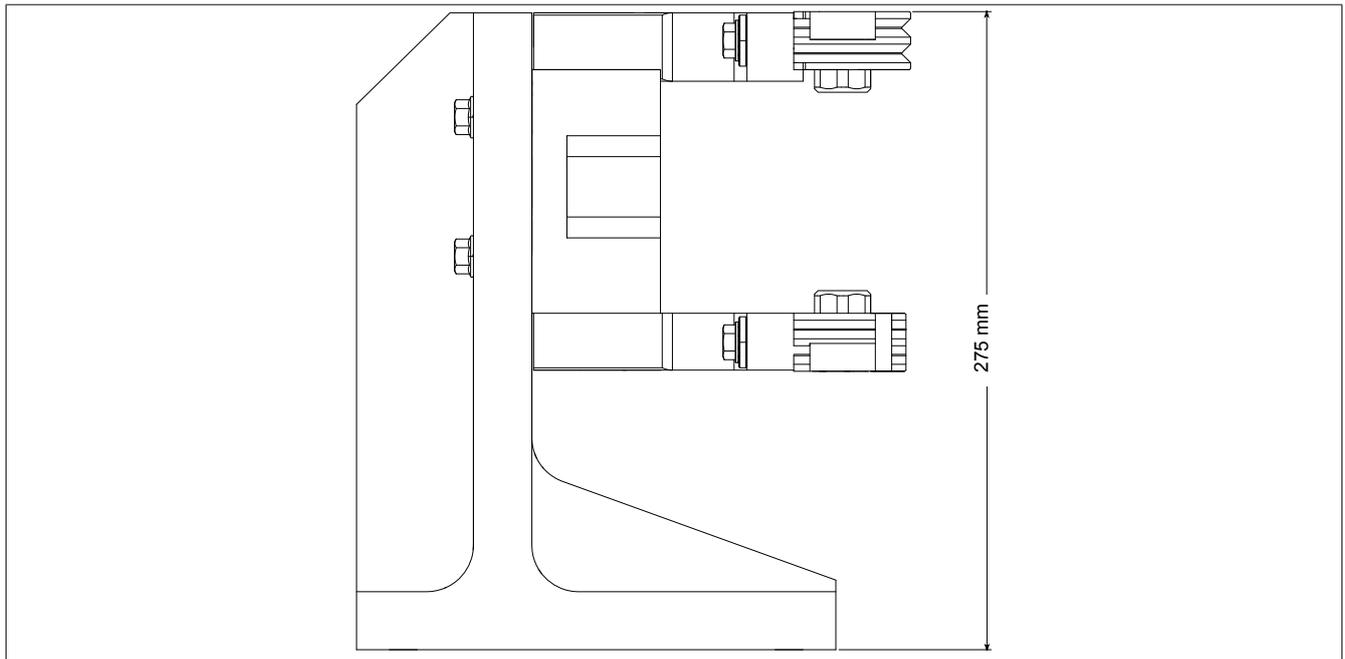

Abbildung 100: Höheneinstellmaß
3. Die Höhe mittels der Push-Pull-Schraube (c) auf das angegebene Maß ( $275 \pm 0,1$  mm, Abb. 100 "Höheneinstellmaß" auf Seite 272, an dem markierten Bereich messen) justieren.